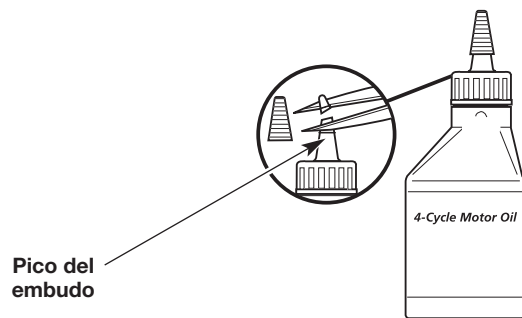

Fig. 5
2. Saque la tapa de la botella de aceite. Corte la punta del pico del embudo (Fig. 5).